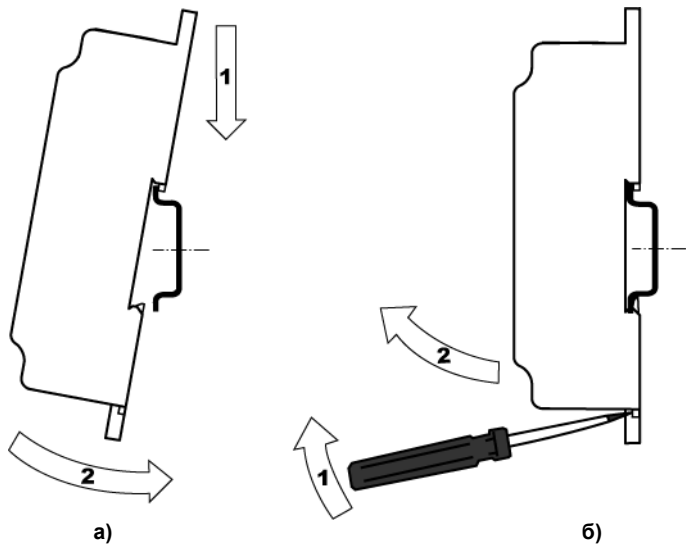

Рисунок 6.1 – Монтаж контроллера с креплением на DIN-рейку
- 4 Для съема контроллера с DIN-рейки в проушину защелки вставляется острое отвертки (см. рисунок 6.1, б)), и защелка отжимается по стрелке 1, после чего контроллер отводится от DIN-рейки по стрелке 2.